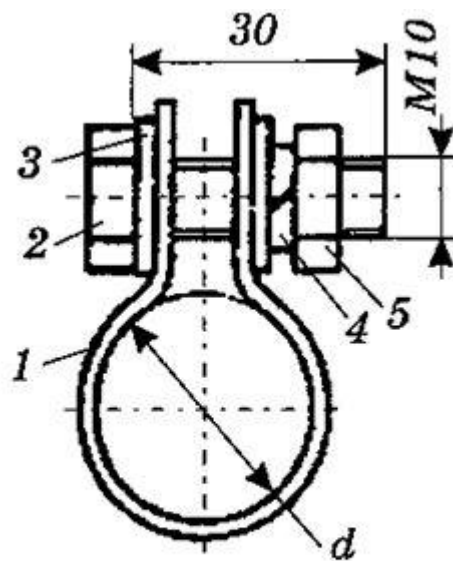

Рис. 12. Зажим типа ЗБХ.
4. Назовите элемент 1, изображенный на рис. 12: